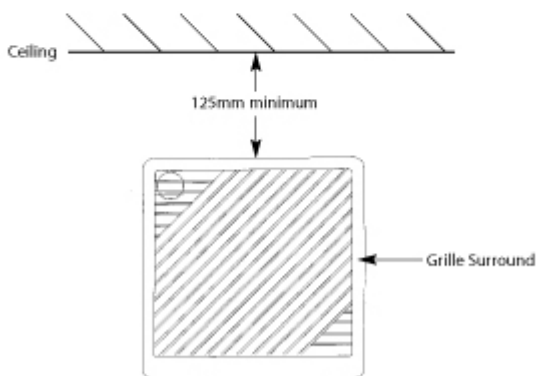

Fig. 3
13. La grille intérieure doit être au moins à 125mm d'un autre mur ou surface de projection. (fig3)